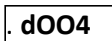

Рис.5 – Пример отображения базового DMX адреса прибора
6.4. **Нормальный режим работы.** В этом режиме управление светильником осуществляется от внешнего оборудования, по протоколу DMX512, при этом на экране отображается символ «d», и текущий базовый DMX адрес прибора (см. рис. 5). Изменение базового адреса осуществляется кнопками «UP» и «DOWN». При выключении светильника, установленный базовый адрес сохраняется в энергонезависимой памяти прибора.